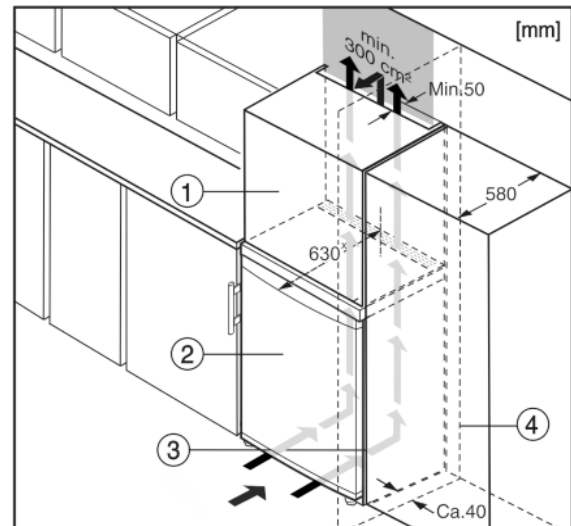

Fig. 6
A készüléket körbe lehet építeni rátétszekrényekkel. Rá lehet szerelni egy rátétszekrényt Fig. 6 (1), hogy a készüléket Fig. 6 (2) a konyhabútorok magasságához igazítsa.\*
Ha a berendezést (max. 580 mm mélységű) konyhaszekrényekkel építi körül, akkor közvetlenül a konyhaszekrény Fig. 6 (3) mellett is felállíthatja. A készülék oldalirányban 34 mmx, a közepétől pedig 50 mmx távolságban nyúlik túl a konyhaszekrény előlapjához képest.\*
Mikor a berendezést a csuklópántokkal egy fal Fig. 6 (4) mellett állítja fel, akkor a berendezés és a fal közti távolság legalább 40 mm legyen. Ez nyitott ajtó esetén megfelel a fogantyú túlnyúlásának.